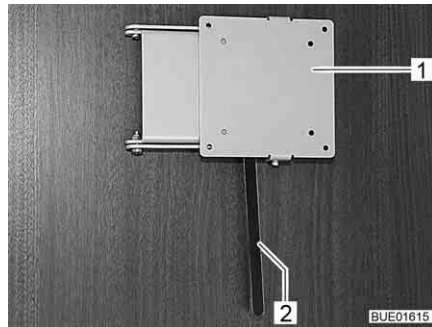

Fig. 90 Supporto con leva di sbloccaggio
- Spingere di lato la leva di sbloccaggio (Fig. 90,2) e ruotare il supporto (Fig. 90,1) con lo schermo piatto nella posizione desiderata.
- Riportare indietro lo schermo piatto finché il supporto (Fig. 90,1) non si innesta nel bloccaggio.